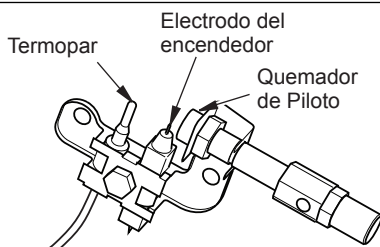

Figura 17 - Conjunto de piloto
- Espere cinco (5) minutos para despejar el aire. Luego huele a gas, incluso cerca del piso. Si huele a gas, ¡DETÉNGASE! Siga "B" en la información de seguridad, página 16. Si no huele a gas, vaya al siguiente paso.
- Gire la perilla de control hacia la izquierda  hasta la posición PILOTO. Presione la perilla de control durante cinco (5) segundos (consulte la Figura 17).